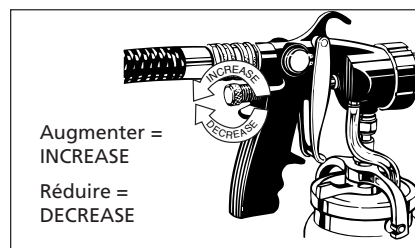

Fig. 13 - Ajustement du débit de matériel
5. Pour ajuster le débit du matériel, tourner le bouton de débit du matériel au sens des aiguilles d'une montre pour réduire, et au sens contraire de celui des aiguilles d'une montre pour augmenter. (Voir Fig. 13).